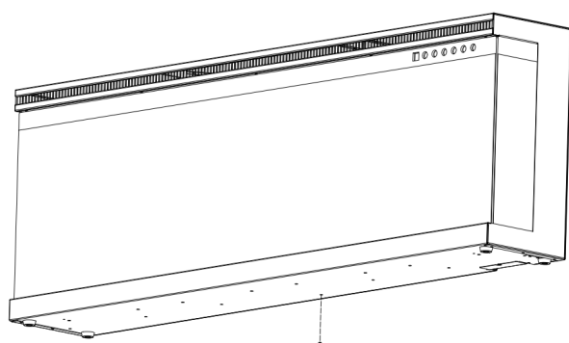

Fig 1-1
A. Verwijder de zilveren schroef aan de onderkant van het apparaat. (**Afb. 1-1**). Leg de schroef opzij.